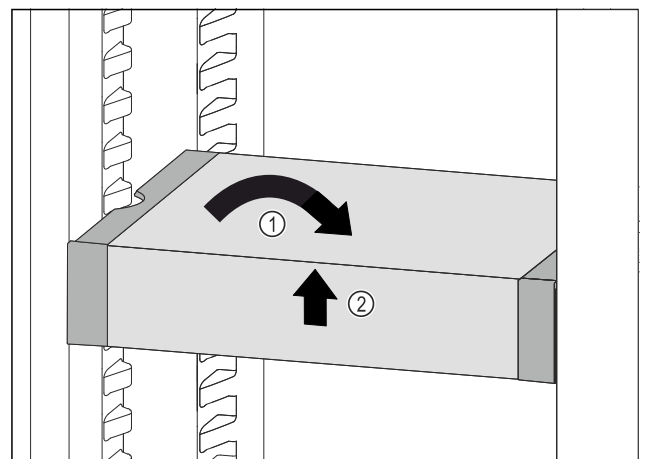

Fig. 168
- ▶ VarioSafe gerade stellen. *Fig. 168 (1)*
- ▶ VarioSafe vorne anheben. *Fig. 168 (2)*